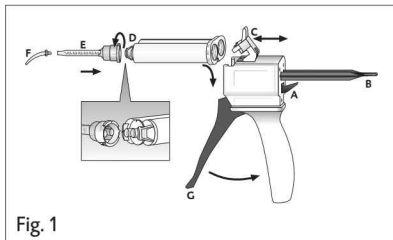

Fig. 1
1. Tryk armen [fig. 1, pos. A] på bagsiden af Automix-Dispenser opefter, og træk skyderen [fig. 1, pos. B] helt tilbage.
2. Vip plastlåsen [fig. 1 pos. C] opefter, sæt magasinet i, og stop den med plastlåsen [fig. 1, pos. C].
1. Træk magasinkappen [fig. 1, pos D] eller den brugte blandekanyle af, og kassér den efter at have drejet den 90° i retning mod uret.
2. Sæt en ny blandekanyle [fig. 1, pos. E] på.
4. Sæt Intraoral-Tip [fig. 1, pos. F] på.
- ▶ Bland materialet ved at aktivere armen [fig. 1, pos. G] på Automix-Dispenser i blandekanylen, og påfør det direkte.
2. Vip plastlåsen [fig. 1, pos. C] opefter, og tag magasinet af.